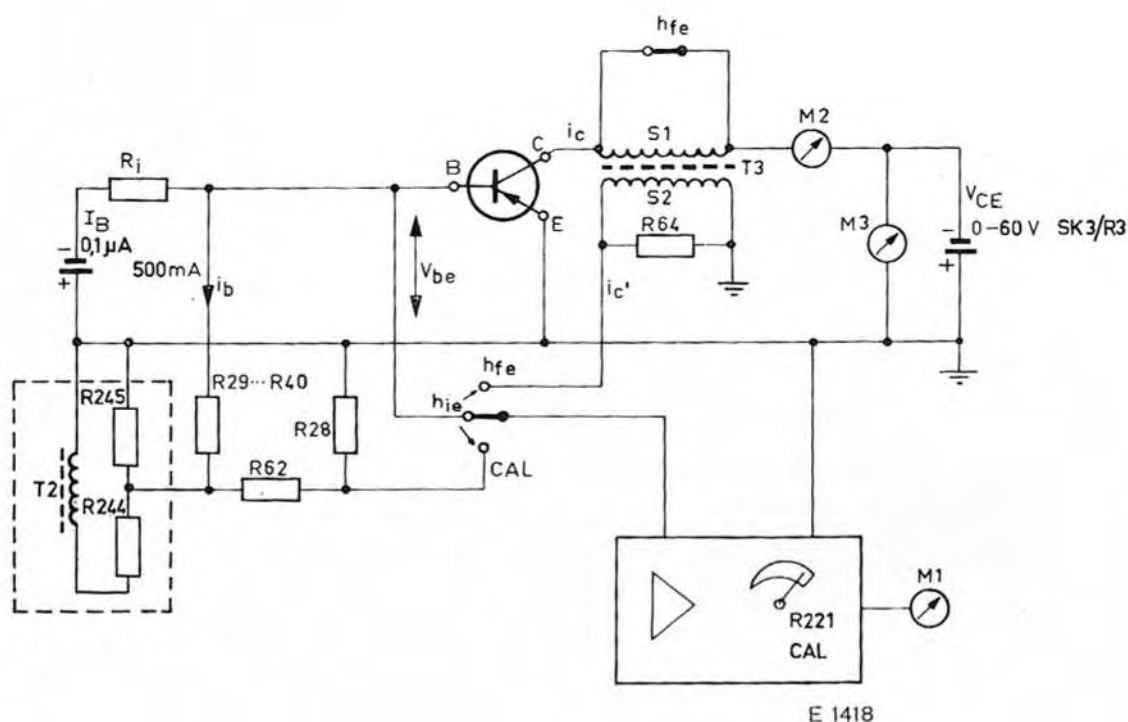

Fig. 21. Schéma pour la mesure de l'impédance d'entrée (sortie en court-circuit)
C. IMPEDANCE D'ENTREE DE COURT-CIRCUIT h_{ie} (fig. 21)